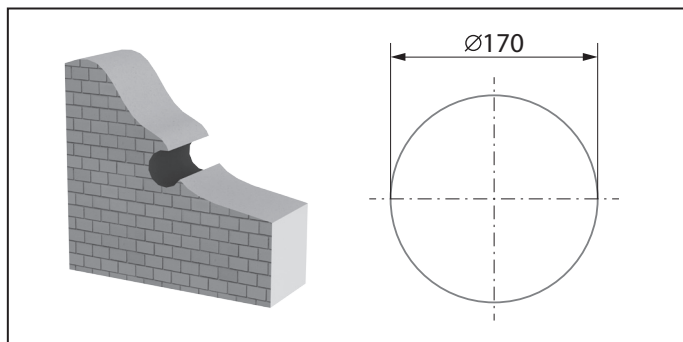

Рис. 7. Размер отверстия под телескопический канал
1. Для монтажа установки подготовьте в наружной стене помещения сквозное отверстие круглой формы. Размер отверстия указан на рис. 7. При монтаже нескольких последовательно соединенных установок на этапе подготовки отверстий рекомендуется предусмотреть полость